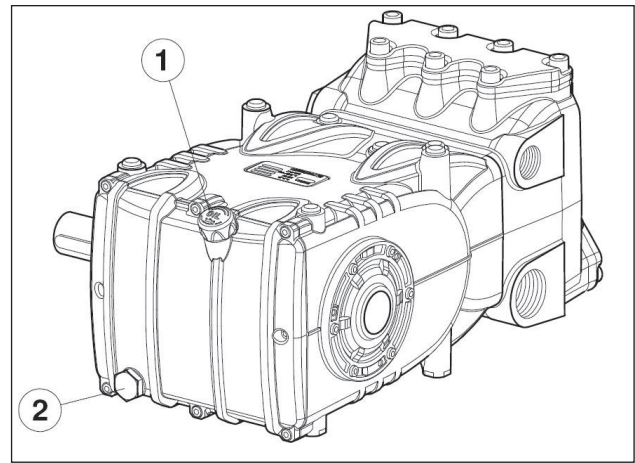

Abb. 3
Überprüfen Sie den Ölstand und füllen Sie bei Bedarf Öl über den Ölmesstab Pos. ①, Abb. 3.
Die Ölstandskontrolle hat mit der Pumpe auf Umgebungstemperatur zu erfolgen, für den Ölwechsel soll die Pumpe dagegen auf Betriebstemperatur sein. Entfernen Sie dazu den Ölmesstab, Pos. ①, und anschließend den Verschluss, Pos. ②, Abb. 3.
Führen Sie einen Temperaturfühler in den Ölablassverschluss, Pos. ②- Abb. 3, ein.